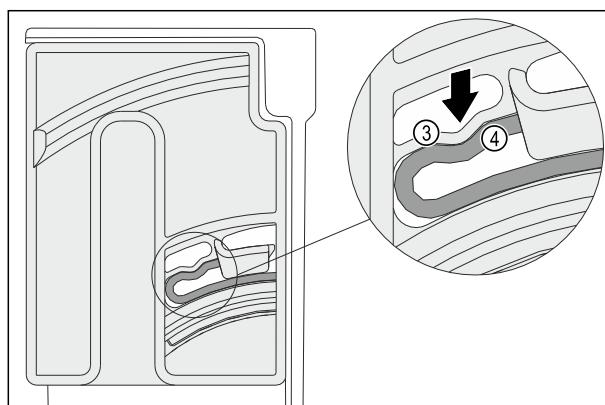

Fig. 148
- Vous entendrez l'élément élastique Fig. 148 (3) de l'unité de rotation s'enclencher dans la forme ronde de la nervure Fig. 148 (4).